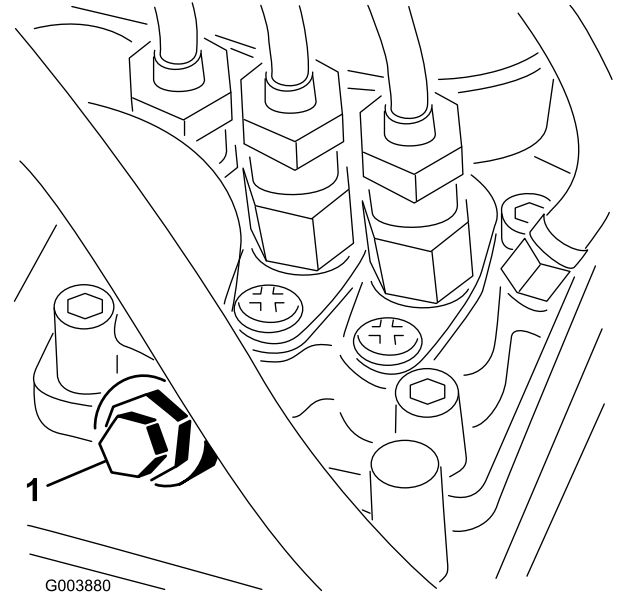

Figure 16
3. Desserrez la vis de purge sur la pompe d'injection (Figure 16).